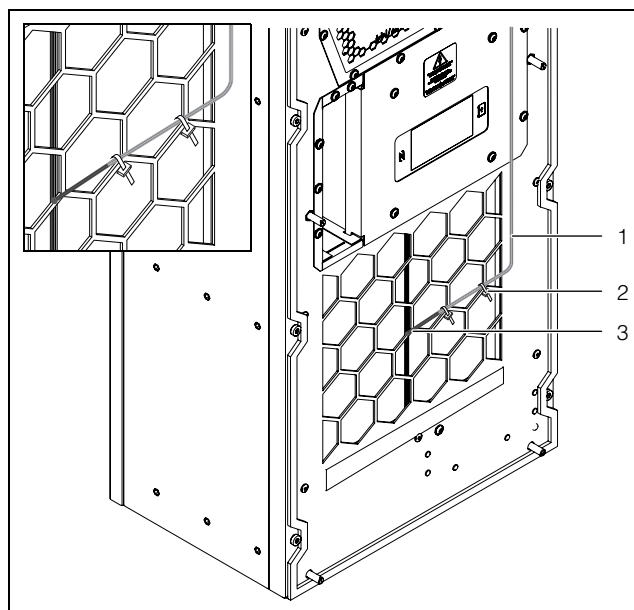

Fig. 43: Sensore di temperatura davanti alla bocchetta di uscita dell'aria fredda (figura a titolo d'esempio)
- Installare il sensore di temperatura in posizione centrale davanti alla bocchetta di uscita dell'aria fredda del condizionatore (fig. 43).